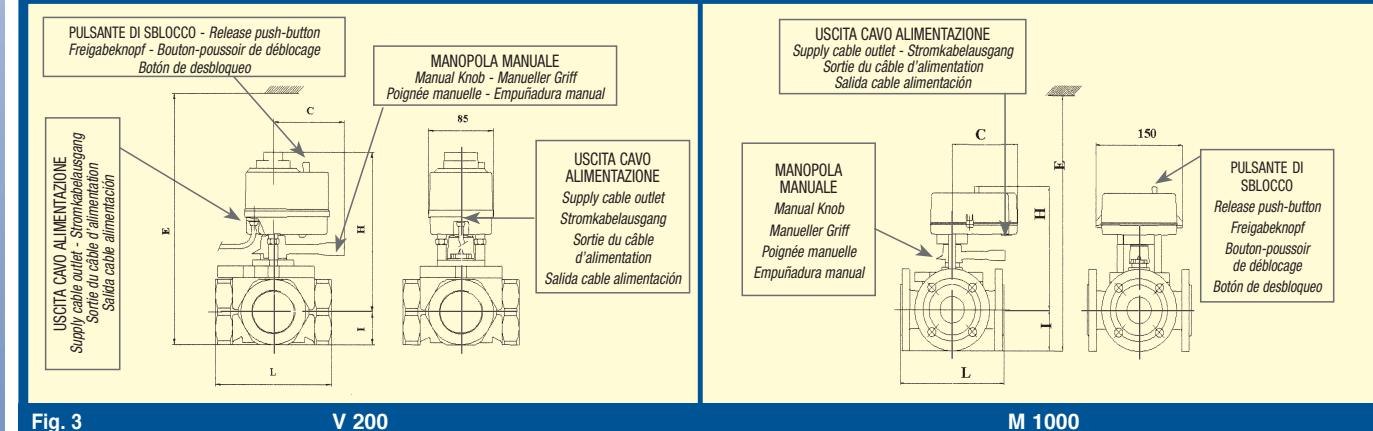

Fig. 3 IDENTIFICAZIONE DEL SERVOMOTOR - SERVOMOTOR IDENTIFICATION
per la versione ON/OFF, basta premere il pulsante di sblocco posto sopra il servomotore (vedi Fig. 3).
For the ON/OFF version: just press the release push-button placed above the servomotor (see Fig. 3).
**BETRIEB UND MANUELLE STEUERUNG** Alle elektrischen Servosteuerungen gestatten eine Einstellung vom Typ ON/OFF (mit elektrischer SPDT-Steuerung) oder eine modulierende Einstellung (Einstellung vom Typ P mit Schrittmotoren). Der max. Winkelhub liegt bei 90° (feste Standardeinstellung der Mikroendschalter). Bei der manuellen Einstellung wird die Position des Schiebers vom Zeiger des Adapters auf der Höhe des Skalenetiketts am Ventilgehäuse gesteuert. Diese Einstellung wird folgendermaßen durchgeführt: Bei der ON/OFF-Version genügt es, den Freigabeknopf oben am Servomotor zu drücken (siehe Abb. 3).
**FONCTIONNEMENT ET COMMANDE MANUELLE** Toutes les servocommandes électriques permettent d'obtenir un réglage de type TOUT-RIEN (ON-OFF), (avec commande électrique SPDT) ou modulante (réglage de type P avec moteur pas à pas). La course angulaire max. équivaut à 90° (réglage fixe standard des minirupteurs de fin de course). En cas de réglage manuel, la position de l'obturateur est contrôlée au moyen de l'indice de l'adaptateur en correspondance de l'étiquette graduée placé sur le corps de la vanne. ce réglage est effectué de la façon suivante: Pour la version TOUT-RIEN (ON-OFF), il suffit d'appuyer sur le bouton-poussoir de déblocage placé sur le servomoteur (Voir Fig. 3).
Dicha regulación se efectúa de la siguiente manera: para la versión ON/OFF, pulsar el botón de desbloqueo situado en el servomotor (ver Fig. 3).